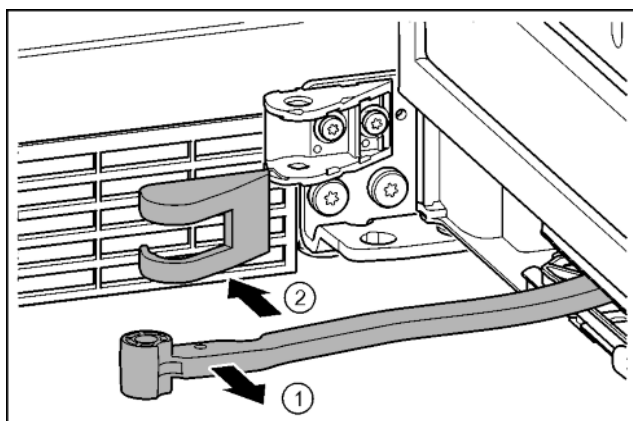

Fig. 20
- Forgassa az ajtó irányába a csuklót. Fig. 20 (1)
- Vegye le a csapágybak fedelét. Fig. 20 (2)